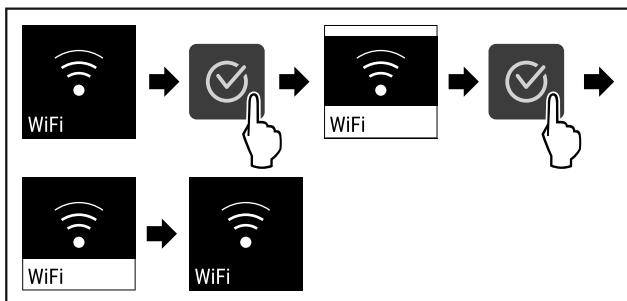

Fig. 86
- Изпълнете стъпките (виж Fig. 86) .